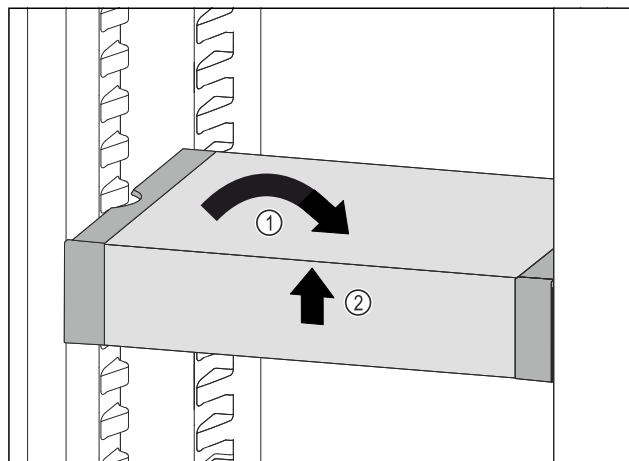

Fig. 94
- ▶ VarioSafe ustawic prosto. Fig. 94 (1)
- ▶ VarioSafe uniesc z przodu. Fig. 94 (2)